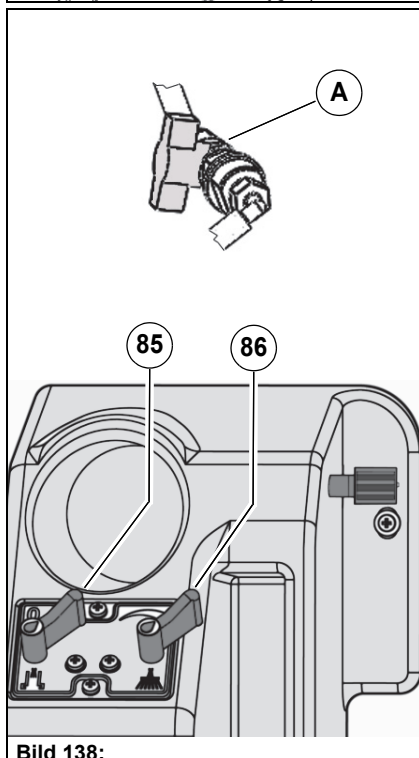

Bild 138:
- Med sopenhetens spak **Bild 138-A** går det att tillföra färskvatten mellan tallrikskvastarna genom ett färskvattenmunstycke.